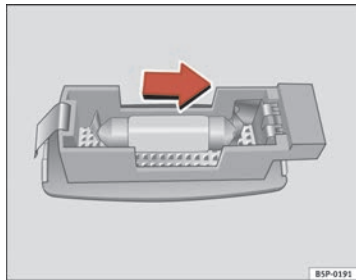

Abb. 181 Ausbau der Leuchte in der Sonnenblende
- Hebeln Sie das Lampenglas mit einem Schraubendreher vorsichtig an der Vertiefung ab, wie dies in der Abbildung gezeigt wird ⇒ Abb. 181.
- Nehmen Sie die Glühlampe in Pfeilrichtung heraus ⇒ Abb. 181.